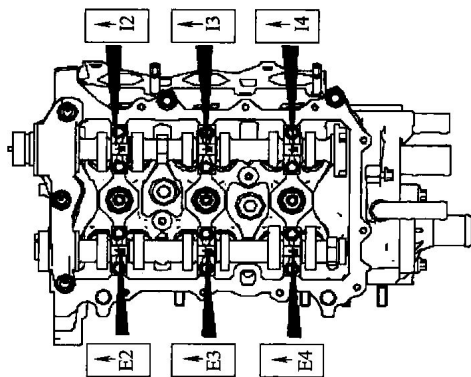

图 1-10 进排气凸轮轴安装顺序
19) 装配进排气凸轮轴轴承盖和 1 号凸轮轴轴承盖。检查所有轴承盖朝前记号及数字。按照拆卸相反顺序分数次拧紧凸轮轴轴承盖和 1 号凸轮轴轴承盖, 拧紧力矩分别为 $(13 \pm 2) \text{ N} \cdot \text{m}$, $(25 \pm 3) \text{ N} \cdot \text{m}$, 如图 1-10 所示。